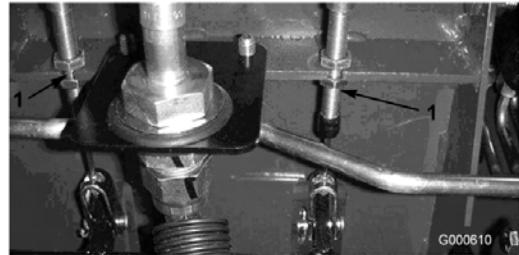

Bild 52
- Lockern Sie die vordere Mutter an der Gewindeseite des Bremszuges (Bild 52).